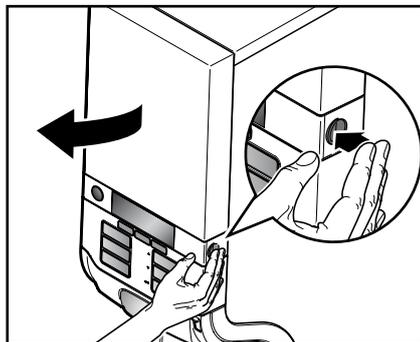

Fig. 21
1. Abra a porta da máquina. (Fig. 21)